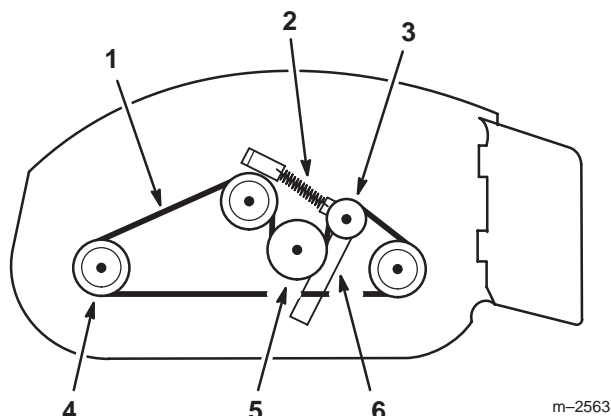

Figure 26
4. Installez une courroie neuve sur les trois poulies d'axe, la poulie de sortie du boîtier d'engrenages et la poulie folle du plateau de coupe (Fig. 26).
5. Raccrochez le ressort du bras de renvoi (Fig. 26).